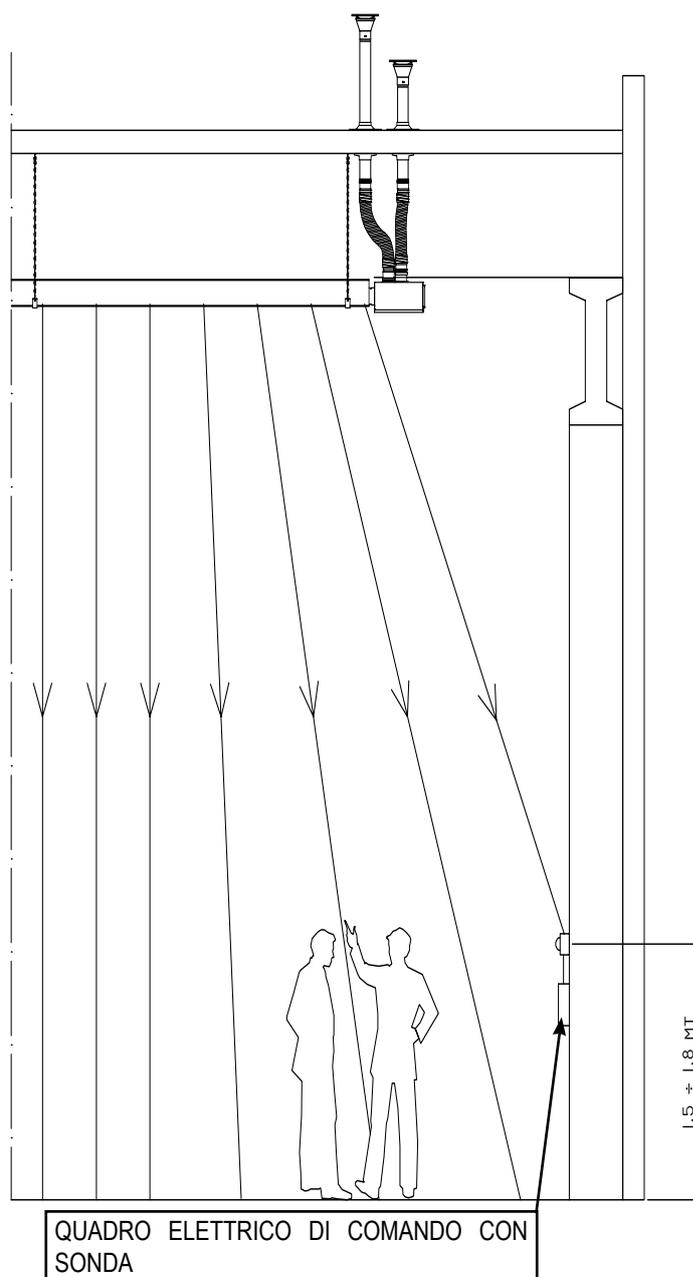

Fig. 4.3 Posizionamento sonda globotermostato
- posizionare la sonda di temperatura ambiente a circa 1,80 metri da terra, in una zona tale che la sonda (globosonda) possa essere colpita direttamente dalle radiazioni infrarosse dei tubi radianti emittenti. Solo in questo modo la sonda potrà rilevare la radiazione infrarossa emessa dai tubi e indicare correttamente la temperatura al quadro di comando al fine di mantenere le condizioni di comfort (vedi Fig. 4.3).